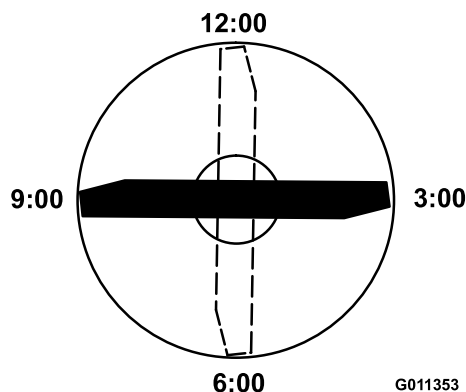

Рисунок 83
4. Установите режущую кромку отмеченного конца ножа в положение «12 часов» (строго прямо по направлению скашивания) (Рисунок 83) и измерьте высоту от стола до режущей кромки ножа.
5. Поверните отмеченный конец ножа в положения «3 и 9 часов» (Рисунок 83) и измерьте значения высоты.